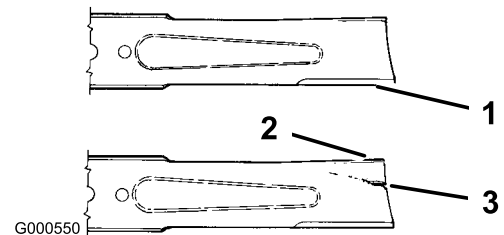

Bild 32
2. Untersuchen Sie die Schnittkanten (Bild 32). Bauen Sie das Schnittmesser aus und schärfen Sie es, wenn die Kanten nicht scharf sind oder Kerben aufweisen, siehe „Schärfen der Schnittmesser“.
3. Prüfen Sie das Schnittmesser, insbesondere den gebogenen Bereich (Bild 32). Wenn Sie Schäden, Verschleiß oder Rillenbildung in diesem Bereich feststellen (Bild 32), sollten Sie sofort ein neues Schnittmesser einbauen.